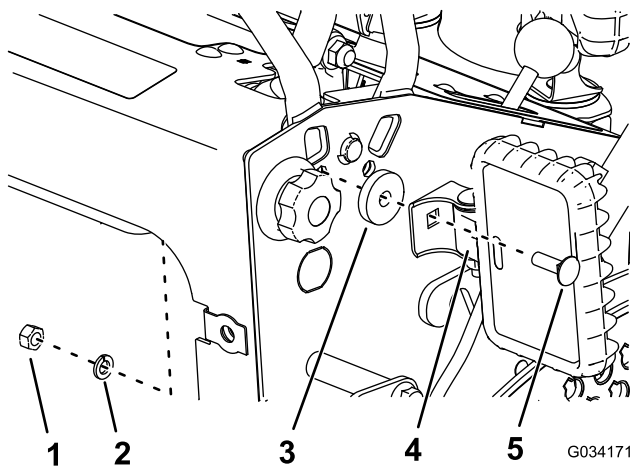

Figura 3
7. Retire el perno, la arandela y la tuerca de la luz trasera y úselos para instalar la luz trasera y el espaciador del lado derecho del panel de control (Figura 3).